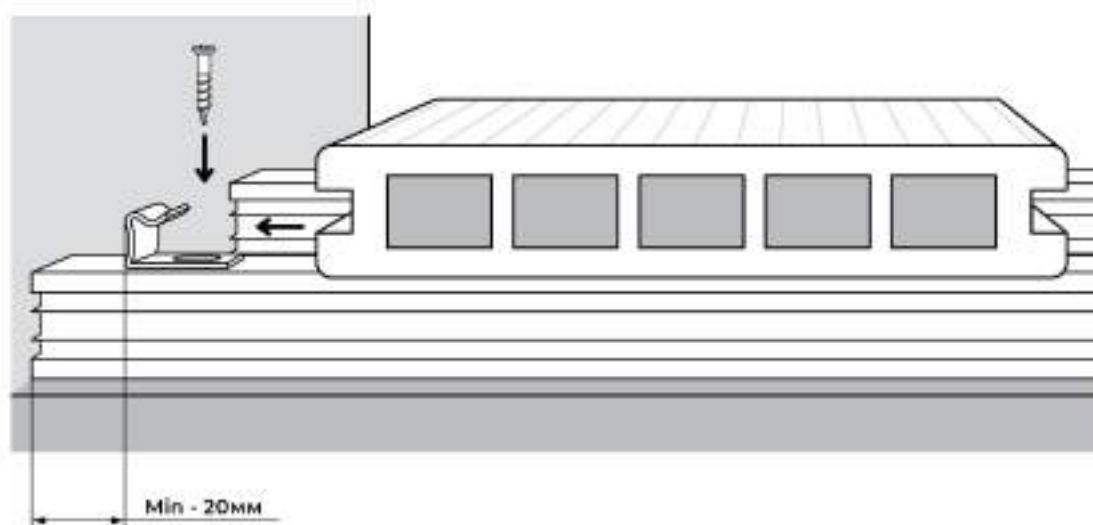

Рис.9
1. Выполняют крепление стартовых кляймеров на опорные лаги с помощью саморезов по металлу с потайной головкой без предварительного сверления. Террасная доска RusDecking обязательно должна крепиться кляймерами к каждой опорной лаге (рис.9).